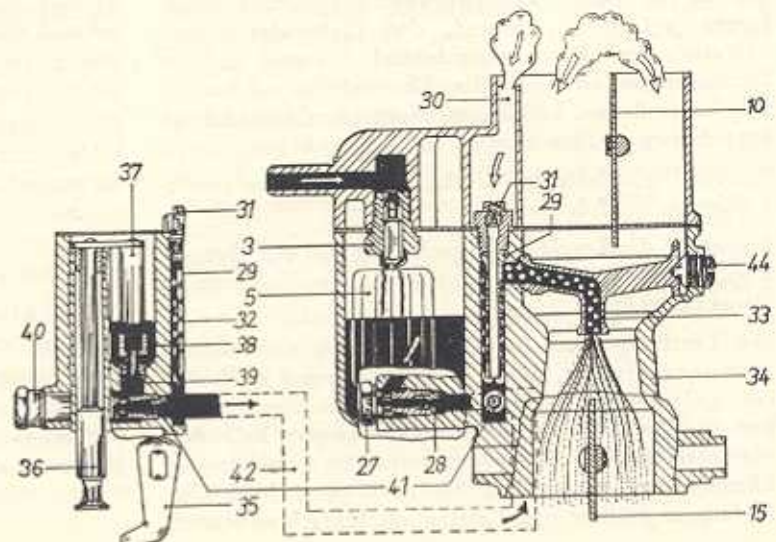

Bild M 64. Wirkungsweise bei Vollast
Wird die Drosselklappe (15) geöffnet, so findet über einen begrenzten Bereich gleichzeitig eine Betätigung des Gestänges (36) über den Hebel (35) statt. Hierbei wird durch den Stößel (37) die Ventalnadel (39) des Anreicherungsventils (38) niedergedrückt und geöffnet. Dadurch gelangt zusätzlicher Kraftstoff aus dem Schwimmergehäuse über den Düsenträger (40), die Anreicherungsdüse (41) und den Kanal (42) zum Hauptdüsensystem (Bild M 64).